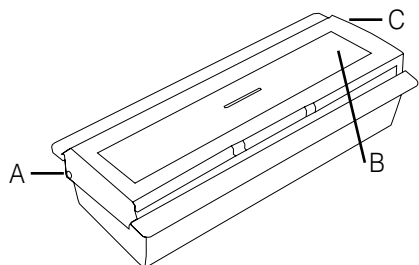

Abbildung 1: Türklingeltaster
- a) Stellen Sie den Türklingeltaster so auf eine Arbeitsfläche, dass sich die beiden Drehachsen der durchsichtigen Plastikfront (Abb.1 A und C) hinten befinden.
- b) Drücken Sie nun auf der linken Seite vorsichtig mit einem spitzen Gegenstand (z.B. Kugelschreiber) auf den kleinsten Stift (Abb.1 A).
- c) Jetzt sollte sich die durchsichtige Plastikfront links (Abb.1 A) hochschieben und dann abnehmen lassen.
- d) Nun können Sie die kleine Schraube (Abb.1 B) mit einem kleinen Kreuzschlitz-Schraubendreher öffnen und die Vorderseite des Türklingeltasters, hinter der sich die Platine mit der Batterie befindet, abnehmen.
- b) Achten Sie vor dem Zusammensetzen darauf, dass die kleine Schraube (Abb.1 B) an der richtigen Stelle greifen kann. Gegebenenfalls drehen Sie ein Gehäuseteil um 180°.
- d) Schrauben Sie die kleine Schraube (Abb.1 B) mit einem kleinen Kreuzschlitz-Schraubendreher vorsichtig ein.
- e) Halten Sie den Türklingeltaster nun so, dass sich die kleine Schraube (Abb.1 B) rechts befindet.
- f) Auf der rechten Seite des Tasters befindet sich eine kleine Öffnung (Abb.1 C), in die der Scharnier-Stift der durchsichtigen Plastikfront eingehängt werden kann.
- g) Nun können Sie die durchsichtige Plastikfront so auflegen, bis sie fast komplett ihre Endlage erreicht hat. Sie müssen nur noch den kleinen Stift (Abb.1 A) vorsichtig hereindrücken und die durchsichtige Plastikfront einrasten lassen.